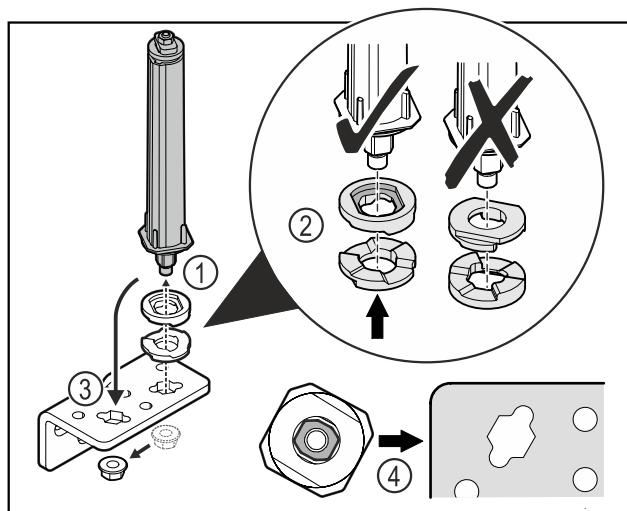

Fig. 40
- Lossa muttern och ta bort dörrlåssystemet Fig. 40 (1).
- Se till att rikta brickorna för höjdjustering korrekt Fig. 40 (2).
- Flytta dörrlåssystemet i gångjärnsfästet och fixera med muttern Fig. 40 (3).
- Kontrollera att dörrlåssystemet är korrekt riktat vid monteringen Fig. 40 (4).